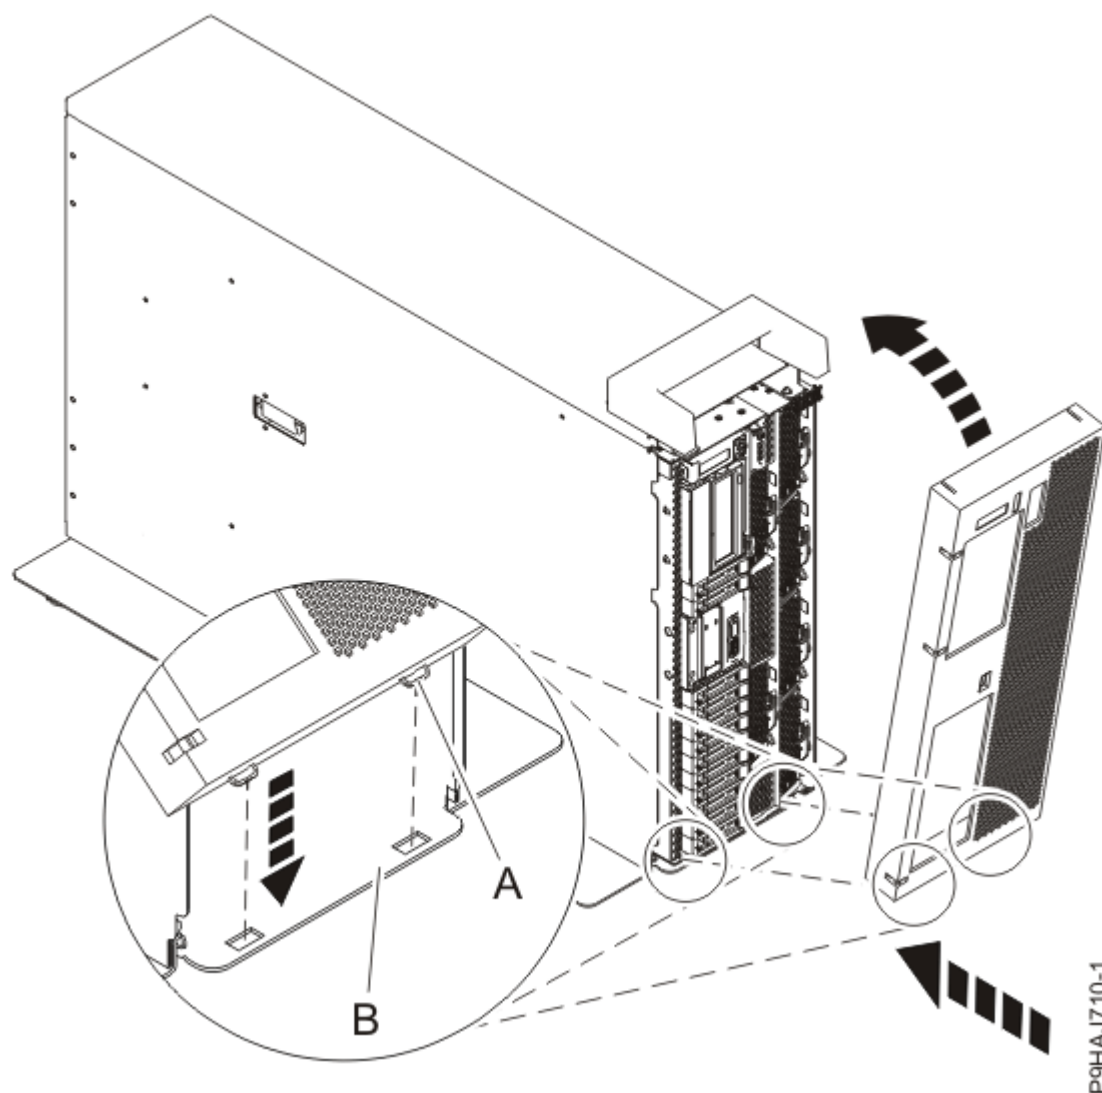

Figure 31. Installation du capot et du volet avant
- b) Alignez le capot jusqu'à ce que les deux pattes **(A)** soient placées dans les encoches de la plaque de base **(B)**, comme illustré dans la Figure 31, à la page 33.